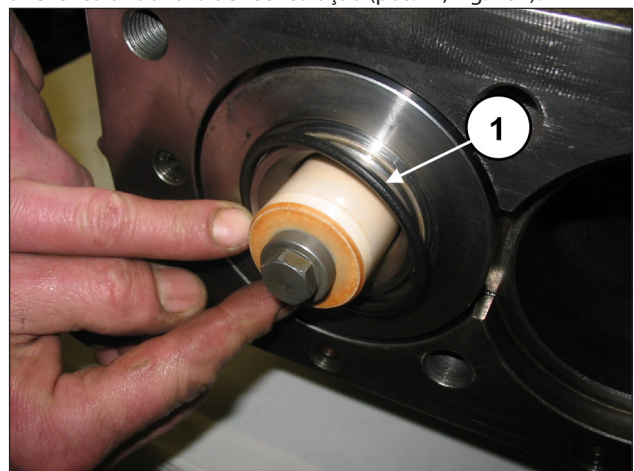

Fig. 161
Monte o anel circular frontal da camisa (pos. ①, Fig. 161) e o anel circular do furo de recirculação (pos. ①, Fig. 162).